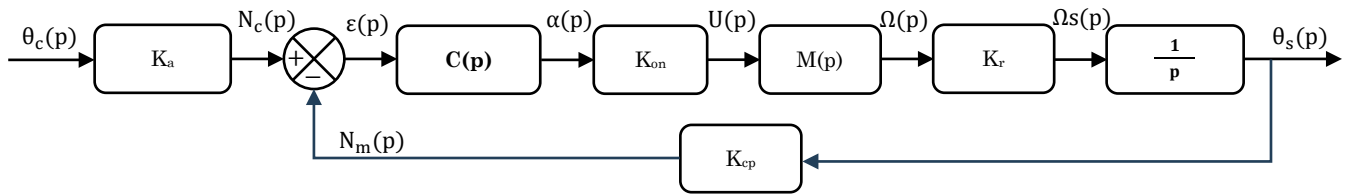

Figure 5 : Schéma fonctionnel de l'asservissement
- **Question 11 :** Simplifier le schéma de la **figure 5** de manière à ce que le comparateur effectue directement la comparaison entre θ_c et θ_s .